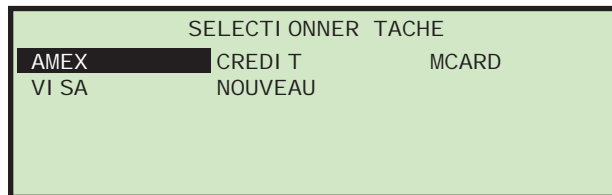

FIGURE 16 : Écran de sélection de tâche
- 7 Appuyez sur les boutons flèche vers le haut ou vers le bas pour aller à **CHANG TÂCHE (CHANGER DE TÂCHE)** et appuyez sur le bouton **Enter**. L'écran Select Job apparaît (Figure 16).